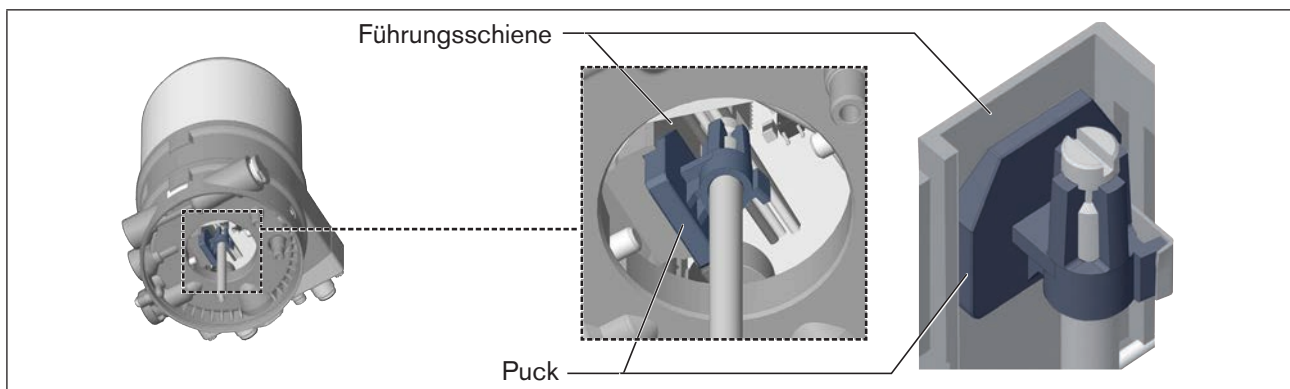

Bild 19: Ausrichten des Pucks
- Den Typ 8692/8693 auf den Antrieb platzieren. Dabei den Puck des Antriebs passend zur Führungsschiene des Typ 8692/8693 ausrichten (siehe „Bild 19“).